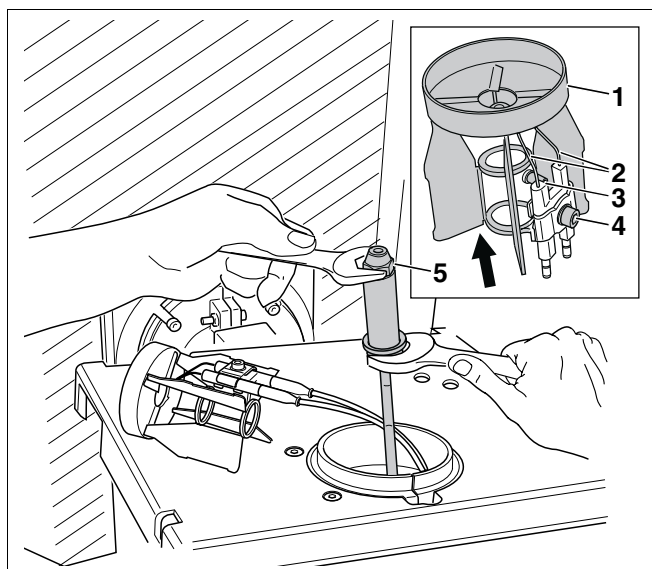

Fig. 19 Substituição do injector ou dos eléctrodos de ignição
- Coloque o queimador na posição de assistência (Fig. 19).
- Verifique o estado de limpeza, se necessário limpe ou substitua o injector, o disco regulador do ar e o eléctrodo de ignição (Fig. 19).
- Solte o parafuso sextavado interior (SW 4, Fig. 19, Item 3) e retire o disco regulador do ar (Fig. 19, Item 1).
- Solte o injector (Fig. 19, Item 5) com duas chaves de fenda SW 16 e SW 19.
- Volte a montar o disco regulador do ar (Fig. 19, Item 1) e aperte o parafuso de sextavado interior (Fig. 19, Item 3).
- Solte os parafusos de sextavado interior (SW 4, Fig. 19, Item 4).
- Substitua o eléctrodo de ignição (Fig. 19, Item 2).